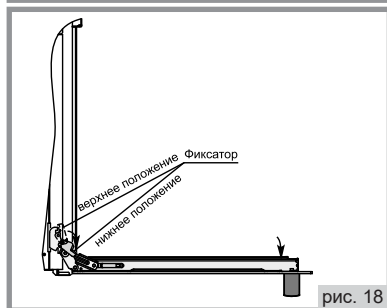

рис. 18
2. Повернуть фиксатор шарнира в крайнее нижнее положение см. рис. 18;